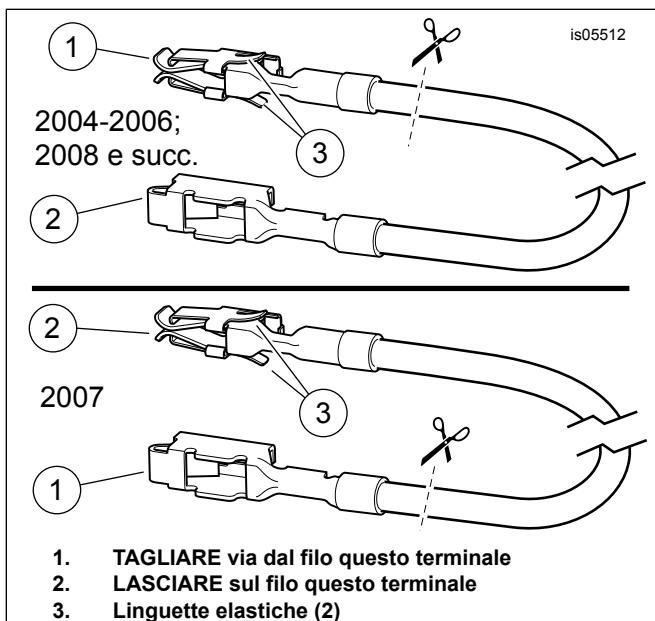

Figura 13. Filo dell'adattatore del pannello fusibili (Touring FL)
2. Prendere dal kit il filo arancione/bianco dell'adattatore del pannello fusibili (9). **Per i modelli dal 2004 al 2006:** a ogni estremità, prendere nota del terminale (vedere Figura 13, **vista superiore**). Solo il terminale **SENZA le linguette elastiche** è adatto alla cavità del fusibile. Tagliare con attenzione il terminale **CON** le linguette elastiche via dal filo ed eliminarlo. **Per i modelli 2007:** a ogni estremità, prendere nota del terminale (vedere Figura 13, **vista inferiore**). In questa cavità del fusibile si inserisce solo il terminale **CON le linguette elastiche**. Tagliare con attenzione il terminale **SENZA** le linguette elastiche via dal filo ed eliminarlo.